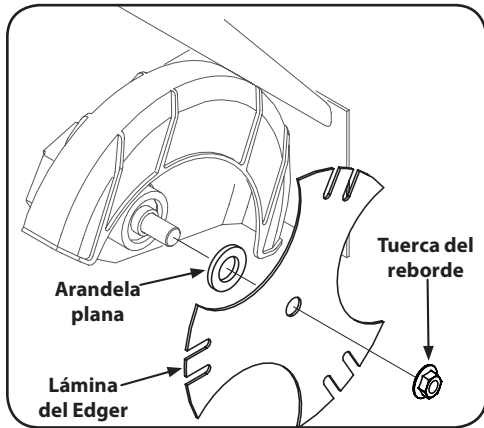

Figura 5-1
- Use dos llaves (una para impedir que la cabeza del perno hexagonal gire loca y la otra para desenroscar la tuerca de brida) para extraer la cuchilla de la bordeadora. Consulte la Figura 5-1.